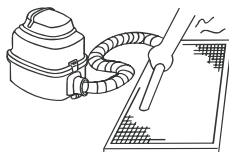
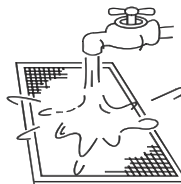

Fig. 5-5
Fig. 5-6
- Il lato di ingresso aria deve essere posizionato verso l'alto quando si usa l'aspirapolvere (riferirsi alla Fig. 5-5) mentre deve essere posizionato verso il basso se si usa l'acqua per il filtro. (Riferirsi alla Fig. 5-6)